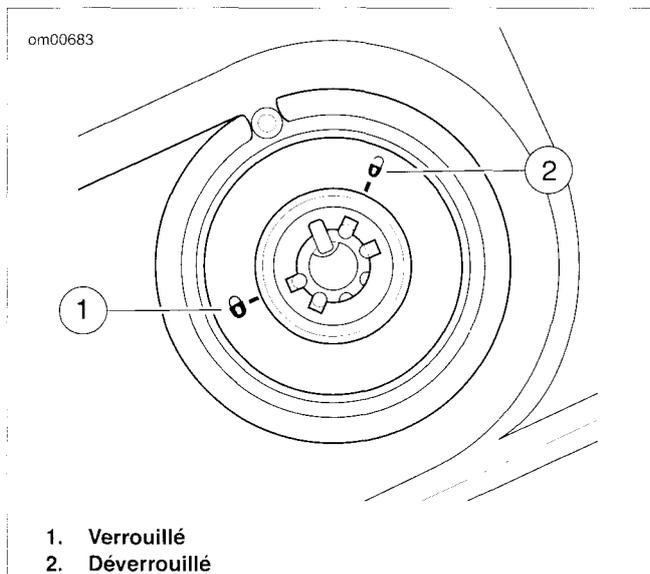

Figure 4. Verrou de fourche : FXDWG, FXDC
**FXDWG, FXDC :** Voir la Figure 4. Avec l'interrupteur à clé d'allumage/phare situé sur la console, seul le verrou de fourche se trouve sur le côté droit de la colonne de direction.